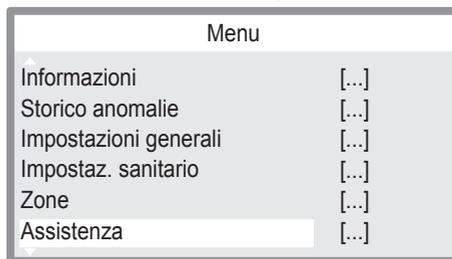

Figura 7.12
- Premere i tasti 12 o 13 (Figura 7.10) per selezionare il menu desiderato (Figura 7.12).